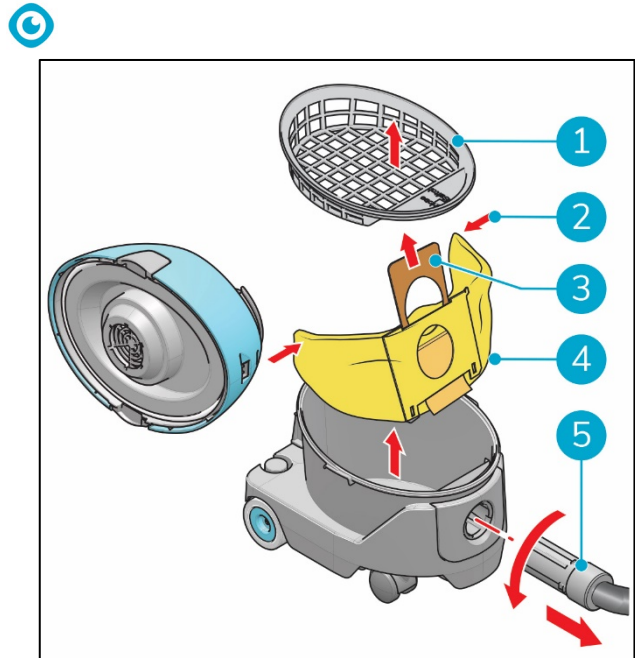

Figura 10
6. Gira la manguera (Figura 10, pos. 5) en sentido antihorario y retírala desde el conector de manguera.
7. Retira el recipiente de filtro (Figura 10, pos. 1).
8. Tira de la pestaña de cartón (Figura 10, pos. 3) para sellar la bolsa para el polvo.
9. Dobla los extremos de la bolsa para el polvo (Figura 10, pos. 2) dirigiendo uno hacia otro.
10. Retira la bolsa para el polvo usada (Figura 10, pos. 4).